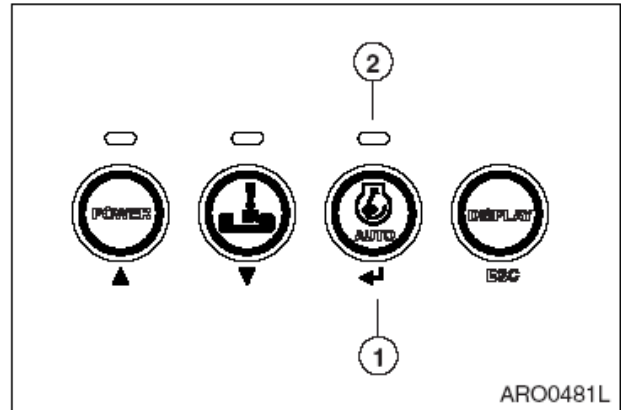

Рис. 4
6. Выключите переключатель холостого хода (1, рис. 4). Световой индикатор (2) не загорится.